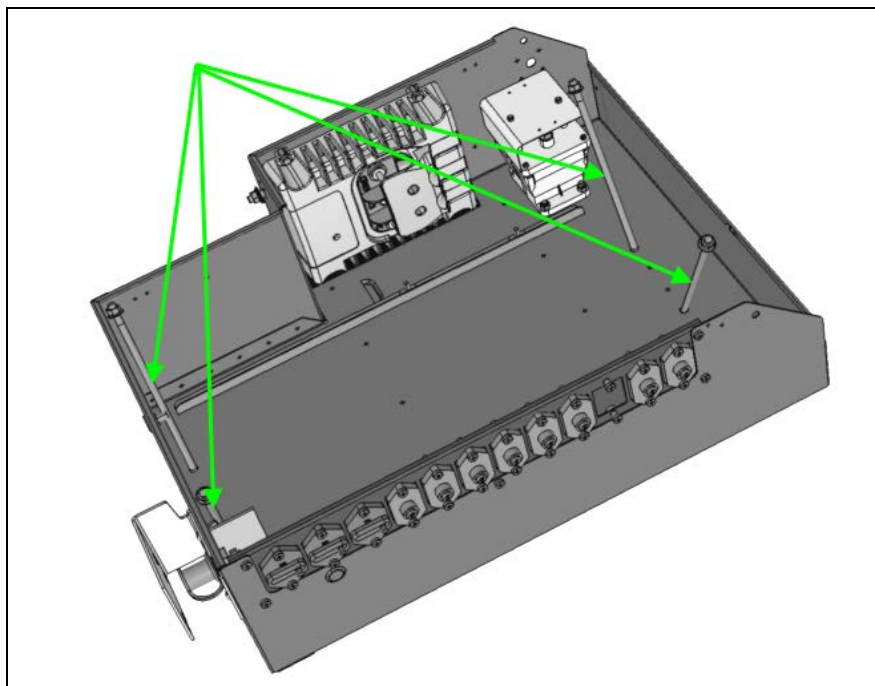

Fig.3 Tiges de retenu.
5. Retirer les quatre (4) tiges de retenu des barres de fixation (Fig.3).
11. Réinstaller les 4 tiges pour barres de retenu (Fig.3).